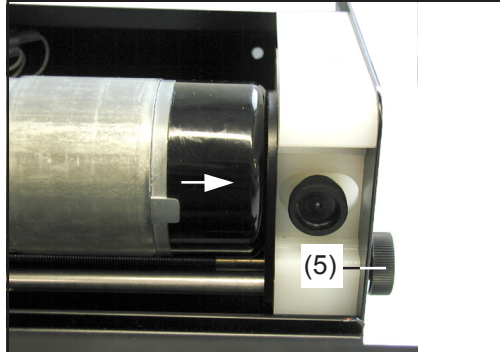

Fig. 19 Faire glisser l'unité d'entraînement vers la droite
- Tourner la vis de positionnement (5) jusqu'à ce qu'il y ait un écartement de 1 - 2 mm (0.04 - 0.08 in.) - entre la buse de sortie (20) et la buse (19) sur le tuyau flexible d'alimentation
**Important!** Cette section s'applique dans le cas où l'écartement entre la buse de sortie et la buse sur le tuyau flexible d'alimentation de fil ne peut pas être réduite à 1 - 2 mm (0.04 - 0.08 in.) en tournant la vis de positionnement (5) - fig. 19.
- Desserrer les écrous hexagonaux (24) et (25) au moyen de deux clés à fourche (ouverture de clé de 13) et les tourner jusqu'à l'extrémité de la tige filetée
- Faire glisser l'unité d'entraînement vers la gauche jusqu'à l'arrêt en tournant la vis de positionnement (5) - fig. 19